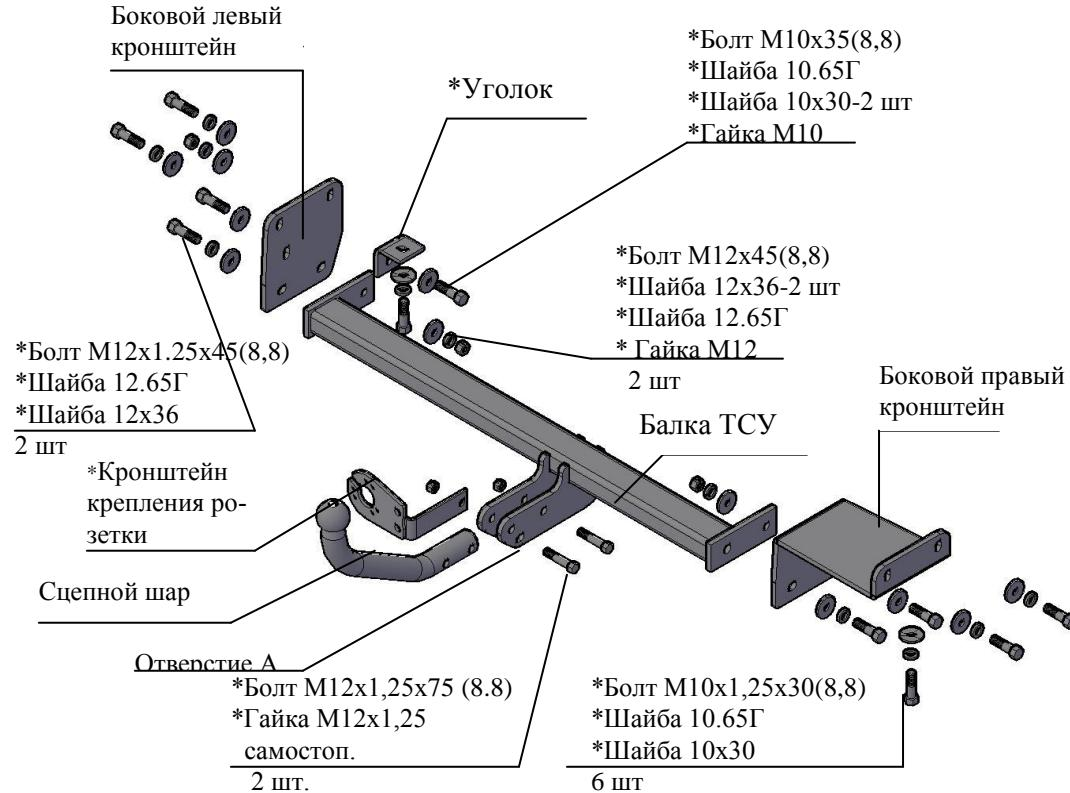

Рис.1 Тягово-сцепное устройство 7370.
2.1 ТСУ 7370 в сборе (рис.1)	1 шт.
2.2 Пакет с комплектующими (см. рис.1)	1 шт.
4.2 Установить боковой правый и левый кронштейны ТСУ на внешние боковые и нижние стороны лонжеронов а/м, используя уголок (см рис.1), болты M10x1,25x30 и гайки штатные, под головки болтов подложить шайбы гроверные 10,65Г и шайбы 10x30. Уголок крепить к левому кронштейну болтом M10x35 и гайкой M10, подложив под головку болта шайбу M10x30, а под гайку - шайбу 10,65Г и шайбу 10x30. Крепеж не затягивать.